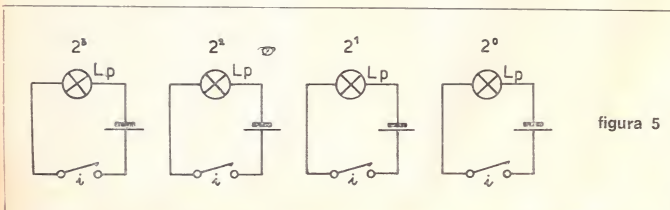

figura 5
Immaginiamo, infatti, un semplice dispositivo come quello di figura 5, composto di quattro elementi. Con esso è facile esprimere le cifre binarie mediante la chiusura (1) o l'apertura (0) degli interruttori, i quali provocheranno l'accensione o meno delle lampadine. Anche in questo caso, come nella tabella di figura 4, è possibile registrare i numeri da 1 a 15.